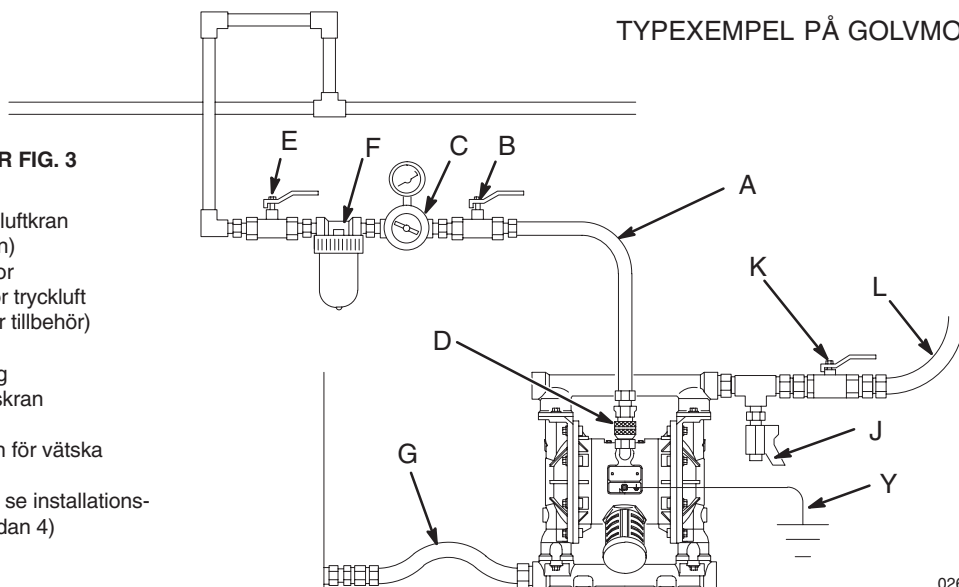

Fig. 3
En avluftande huvudluftkran (B) måste finnas i systemet så att luft som stängs in mellan kranen och pumpen släpps ut. Instängd luft kan få pumpen att slå slag oväntat, vilket kan orsaka allvarliga kroppsskador, inräknat stänk i ögon och på hud, skador av rörliga delar eller förorening med farliga vätskor. Se Fig. 3.
BETECKNINGAR FÖR FIG. 3